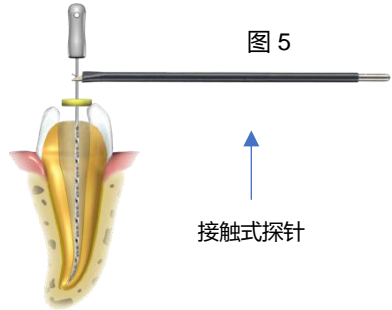

图 7
3. 将锉轻轻插入根管，随后将锉夹连接至锉的金属轴上 - 见图 6。或者使用接触式探针与根管锉产生电接触 - 见图 7。